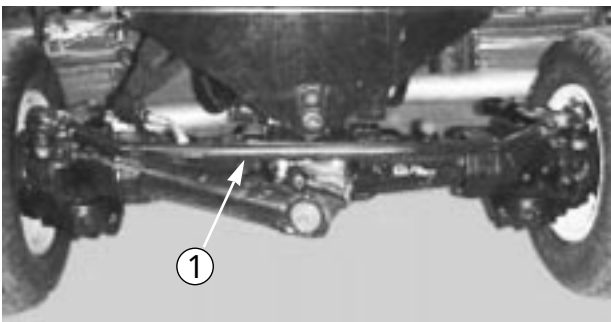

図 70
3. ロッド (図70) の両端についているクランプをゆるめる。